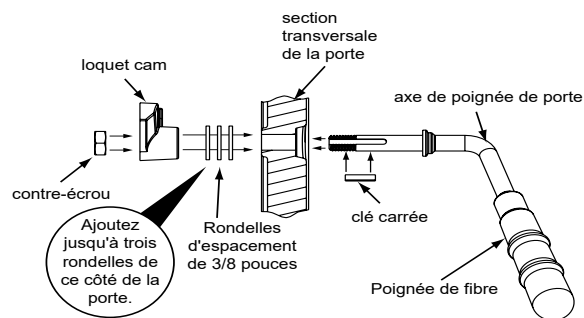

Figure 27.2
1. Faites glisser l'arbre de la poignée de porte à travers le trou de la porte (Figure 27.2).